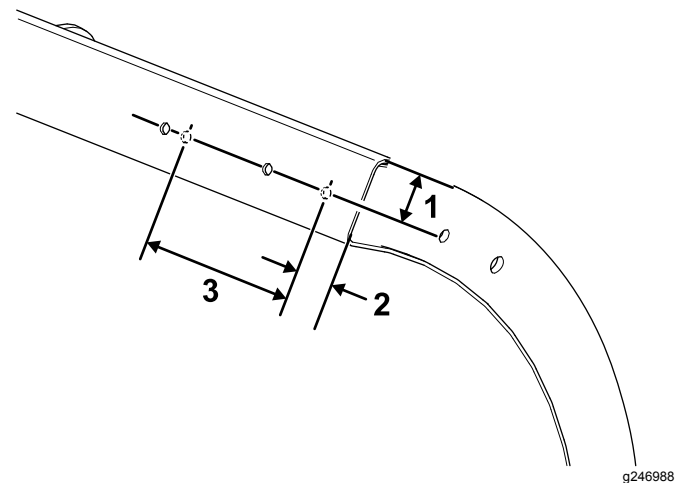

Bild 1
4. Bohren Sie auf der linken Seite des Pfluges ein Loch (7/16") an der in Bild 1 dargestellten Stelle.